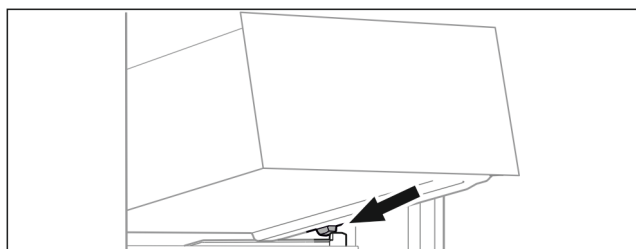

Fig. 69
- ▶ Predal postavite v poševnem položaju za zaustavljalniki na nastavek za posodo. (glejte Fig. 69)